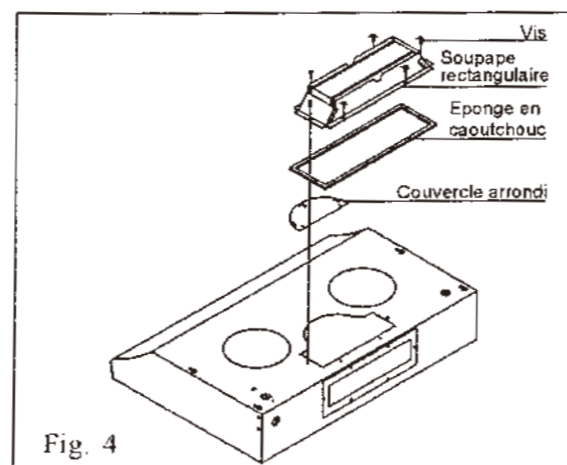

Fig. 4
- Y placer le couvercle arrondi et la soupape rectangulaire et les visser sur l'orifice de ventilation (au dessus) avec des vis de dimensions 5/16'' L x 5/32''D. (Fig.4)